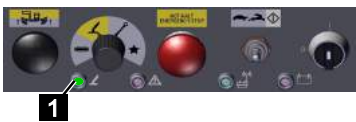

Fig. 131
8. Le voyant vert (Fig.131/1) est allumé en continu si l'appui est correct.